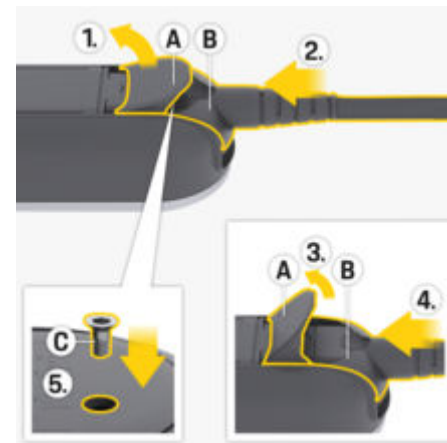

Рис. 104: Закрепление сетевого кабеля и фиксация штекера
1. Откройте крышку **А** (Рис. 104) прим. на 15 градусов (чтобы штекер **В** (Рис. 104) оказался в панели управления).
2. Вставьте штекер **В** (Рис. 104) в панель управления до первого сопротивления.
3. Полностью откройте крышку **А** (Рис. 104).
4. Вставьте штекер **В** (Рис. 104) до конца.
5. Полностью закройте крышку **А** (Рис. 104) и зафиксируйте винтом **С** (Рис. 104).